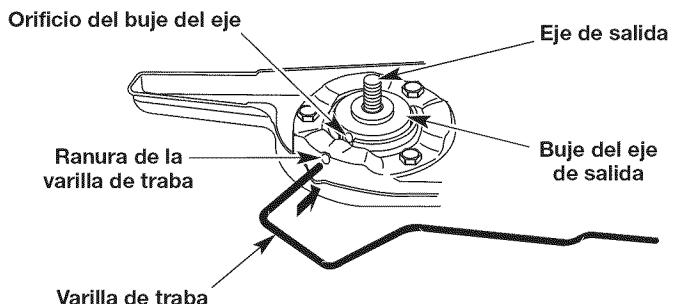

Fig. 16
1. Alinee el orificio del buje del eje con la ranura de la varilla de traba (Fig. 16). Inserte la varilla de traba en la ranura de la varilla y el orificio del buje del eje (Fig. 16).
- Alinee el orificio del buje del eje con la ranura de la varilla de traba (Fig. 16). Inserte la varilla de traba en la ranura de la varilla y el orificio del buje del eje (Fig. 16).